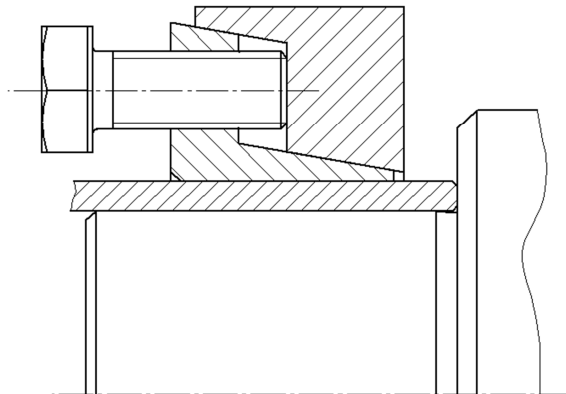

Bild 8) Lösen des Spannsatzes
- Separate Schrauben in die Abdrückgewinde des Innenrings (Bauteil 2) einschrauben (siehe Bild 8). Anzahl der Schrauben z_1 und Gewindegröße M_1 entsprechend Tabelle 1 auswählen.